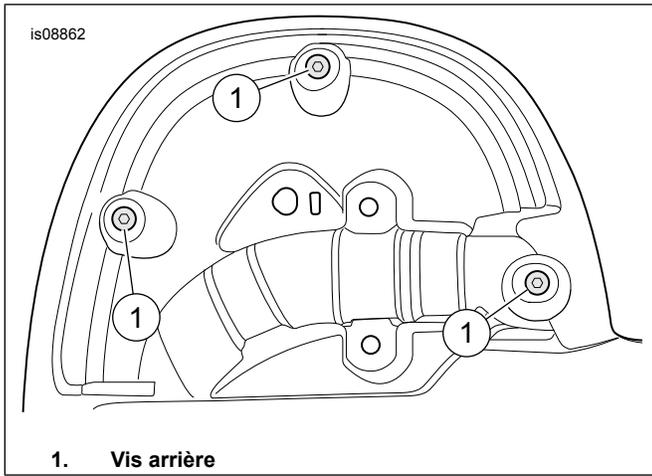

Figure 8. Vis arrière
9. Consultez Figure 8 . De l'arrière, installez les trois vis autotaraudeuses de l'enceinte (1). Serrer.